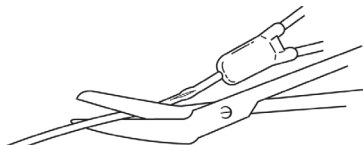

Fig. 2
2. Corte a parte danificada do cateter. (Fig. 2)